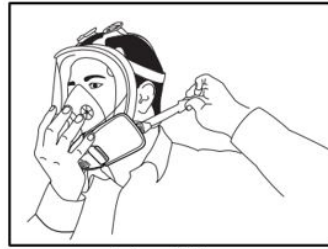

Fig.10
4. Serrer les sangles inférieures une par une. Faire attention de serrer les deux côtés uniformément (fig. 10).